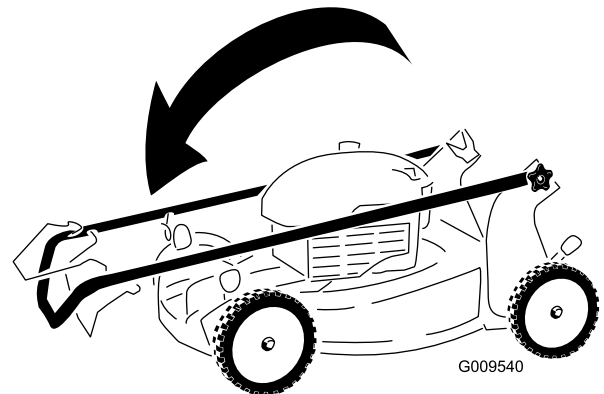

Figura 24
- Pliegue hacia adelante la sección superior del manillar (ver Figura 24).